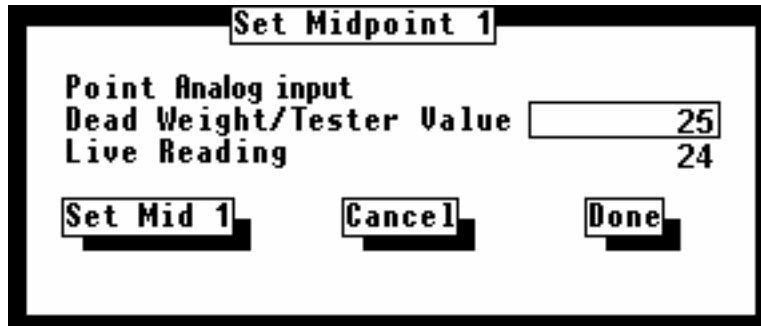

Figura 4-12. Ajuste do Ponto central 1 do AI
9. Se desejado, calibre o Ponto central 1 (como 25% de limite) da Entrada Analógica. Insira o **Valor do Verificador/ Peso Inativo** (nas unidades de engenharia) e aperte o botão **Set Mid 1**. Refira-se à Figura 4-12. Caso contrário, utilize o botão **Done** e proceda para Etapa 12.